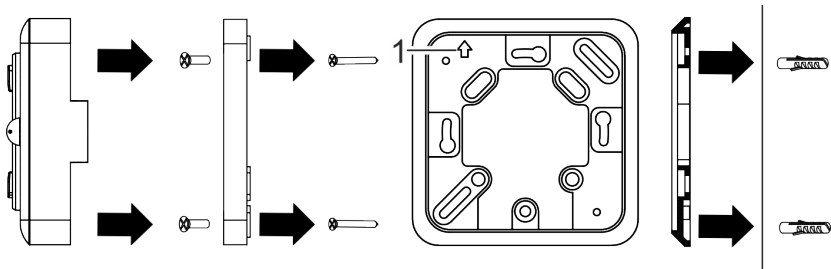

Fig. 6: Montage dans une boîte encastrée et montage en saillie
1. Monter la plaque de montage avec les vis (3,5 x 25 mm) sur la boîte encastrée (Fig. 6).
La flèche (Fig. 6/1) sur la plaque de montage doit pointer vers le haut.
4. Monter le socle du boîtier de l'appareil sur la plaque de montage à l'aide des vis (3 x 6 mm) (Fig. 6).
- Fixer le socle du boîtier aux chevilles à l'aide des vis (3,5 x 25 mm) (Fig. 6).